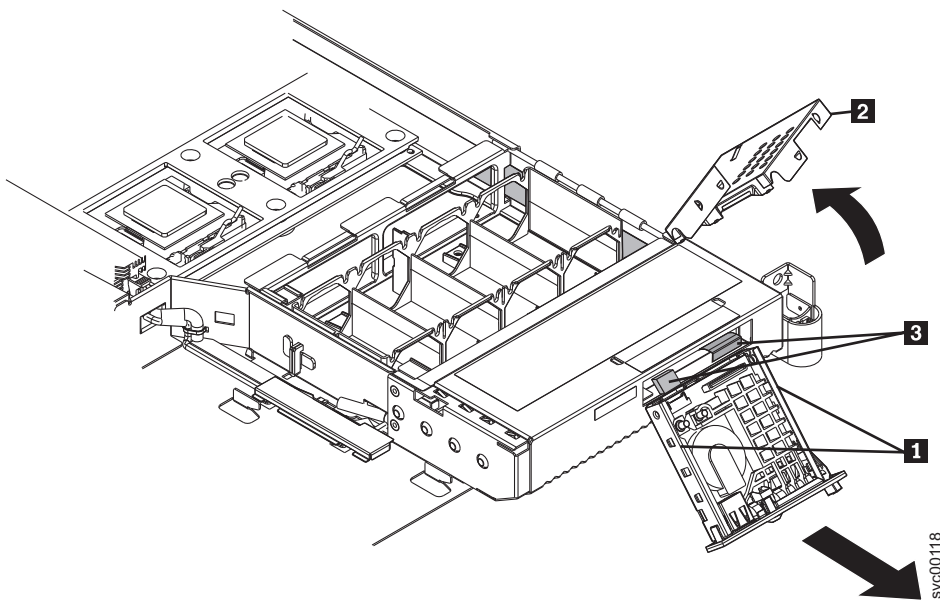

図 221. オペレーター情報パネル が見える SAN ボリューム・コントローラー 2145-8F2
6. 小さなねじ回しを使用して、オペレーター情報パネル・アセンブリの側面にある保持スプリング (図 221 の **1**) を押し込みます。
9. アセンブリー・カバー（254 ページの図 221 の **2**）を上回転して、オペレーター情報パネル アセンブリーから外します。
10. アセンブリーの後部から 2 本のケーブル（254 ページの図 221 の **3**）のプラグを抜きます。